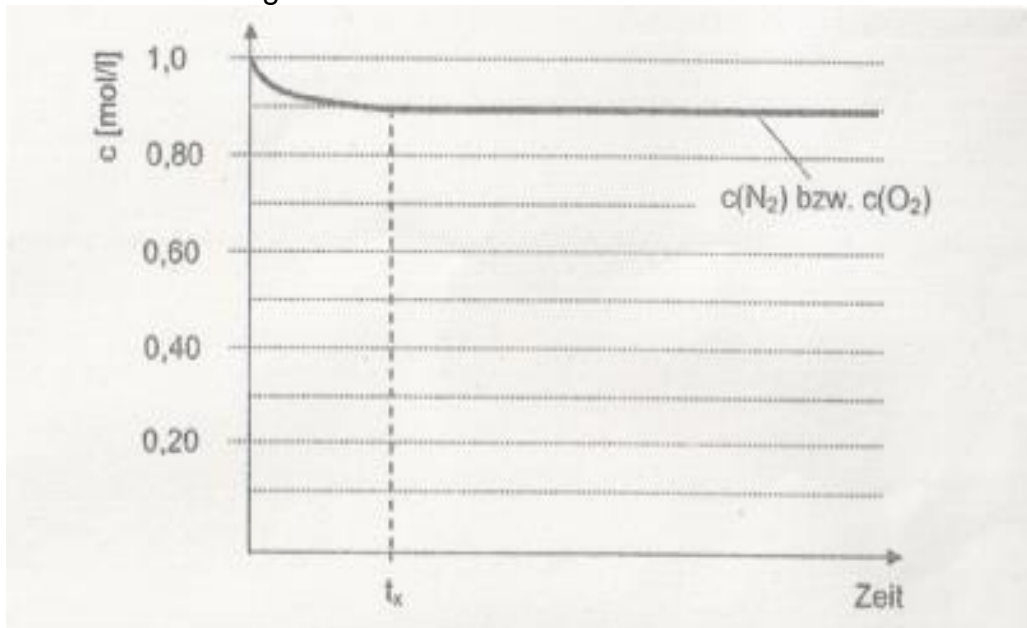

Abb. 2: Konzentration der Edukte der Stickstoffmonooxidsynthese in Abhängigkeit von der Zeit bei konstanter Temperatur und konstantem Druck
- Formulieren Sie die Reaktionsgleichung für das beschriebene Gleichgewicht und ergänzen Sie Abbildung 2 durch den Kurvenverlauf für die Konzentration von Stickstoffmonooxid! [5 BE]